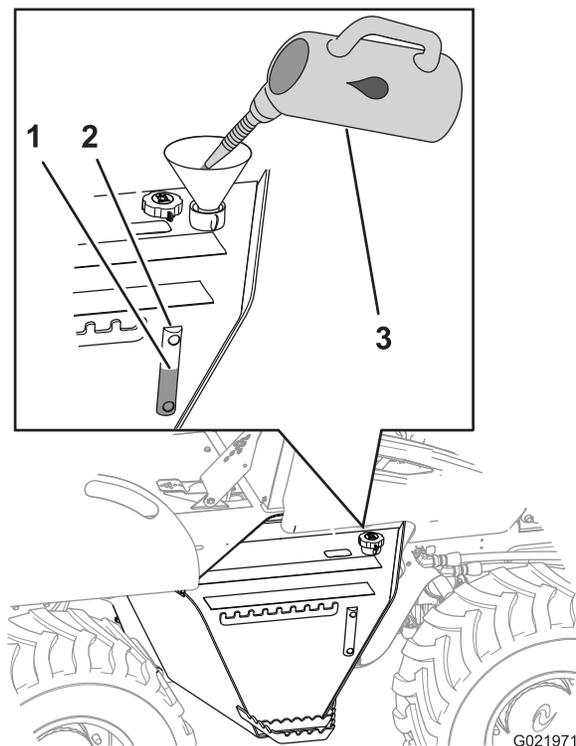

Figura 22
3. Verifique o nível de fluido hidráulico no visor de nível na lateral do reservatório hidráulico (Figura 22).
4. Se o nível do fluido hidráulico estiver abaixo da marca Min (Add), remova a tampa de enchimento/respiro (Figura 22), complete o nível até a marca Max (Full) com o fluido hidráulico especificado, e instale a tampa de enchimento/respiro.